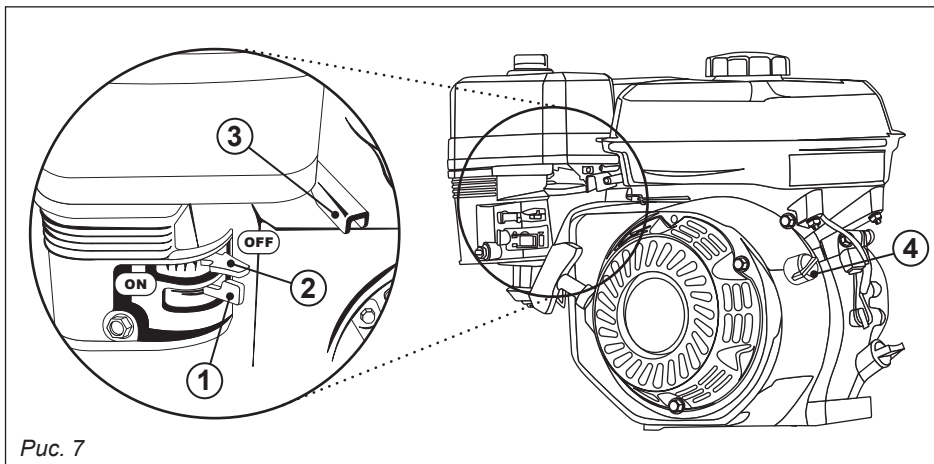

Рис. 7
1. Рычаг топливного крана (рис. 7, поз. 1).
2. Рычаг управления воздушной заслонкой (рис. 7, поз. 2).
3 Рычаг управления оборотами двигателя (рычаг газа), рис. 7, поз. 3.
4 Основной выключатель зажигания (рис. 7, поз. 4).